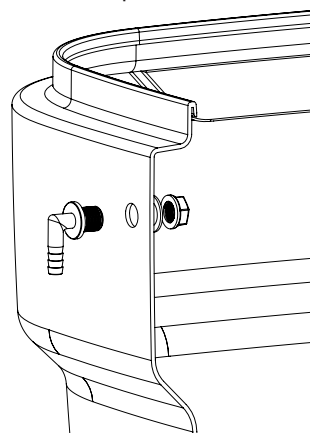

Рис. 4 – Установка переливного патрубка
6. Установите в отверстие на солевом баке переливной уголок (Рис. 4);